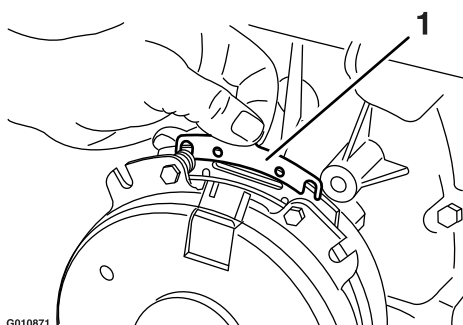

Figura 72
- B. Usando un alicate de punta fina, o a mano, sujete la pestaña y retire el suplemento (Figura 72).